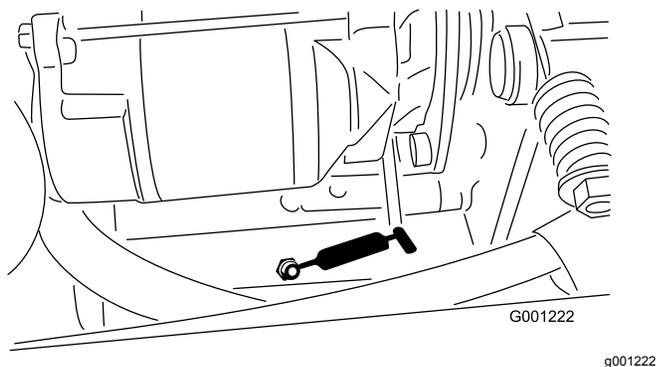

Рисунок 39
- Ось поворота устройства натяжения механизма отбора мощности (Рисунок 39)
- Задний подшипник механизма отбора мощности (Рисунок 39)